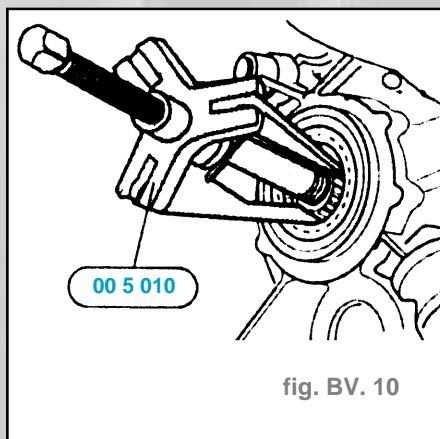

fig. BV. 10
- Extraire la bague d'étanchéité avec l'extracteur **00 5 010** (fig. BV. 10).